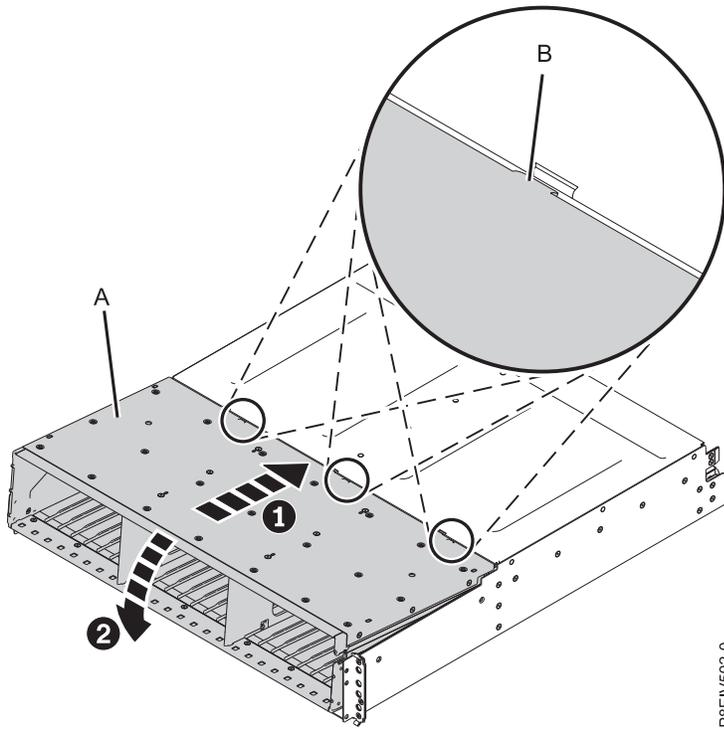

Figura 3. Instalación del conjunto de la placa media
- b. Utilizando un destornillador de estrella #1, extraiga los cuatro tornillos (A) de la parte inferior del alojamiento.
- c. Gire el alojamiento con la parte superior hacia arriba y colóquelo sobre una superficie plana. Utilizando un destornillador de estrella #2, extraiga los cuatro tornillos (B) de los lados derecho e izquierdo del alojamiento.
- d. Extraiga los cuatro tornillos de las abrazaderas de montaje. Los tornillos en (C) utilizan un destornillador de estrella #2; tornillos en (D) utilizan un destornillador de punta plana.
- a. Sujete el conjunto de placa media (A) con las dos manos y manténgalo con un ángulo de 20 grados, tal como se muestra en la Figura 3 en la página 7.